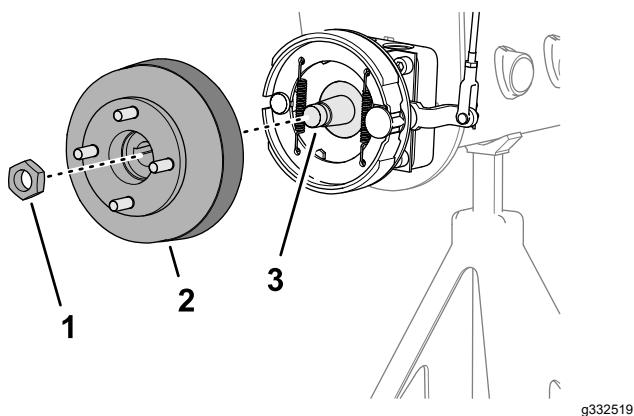
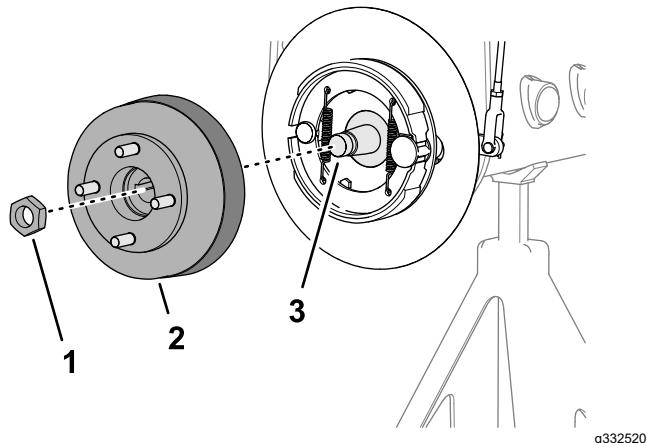

Figura 84
Figura 85
3. Monte el cubo de la rueda y el tambor de freno en el eje del motor de rueda (Figura 84 o Figura 85).
4. Sujete el cubo de la rueda al eje con la contratuerca (Figura 84 o Figura 85), y apriete a mano.